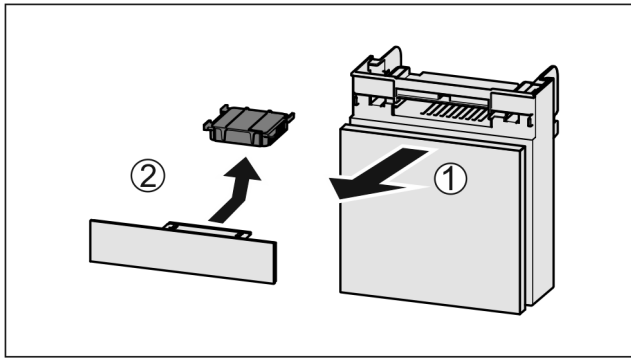

Fig. 80
- ▶ Estrarre il vano tirando in avanti Fig. 80 (1).
- ▶ Rimuovere il filtro a carboni attivi Fig. 80 (2).